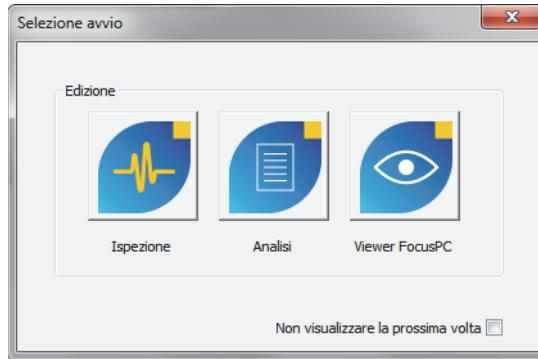

Figura 1-27 La finestra di dialogo Selezione avvio
5. Nella finestra di dialogo **Selezione avvio** che viene visualizzata (vedi Figura 1-27 a pagina 44), cliccare sul pulsante della versione di FocusPC da avviare.